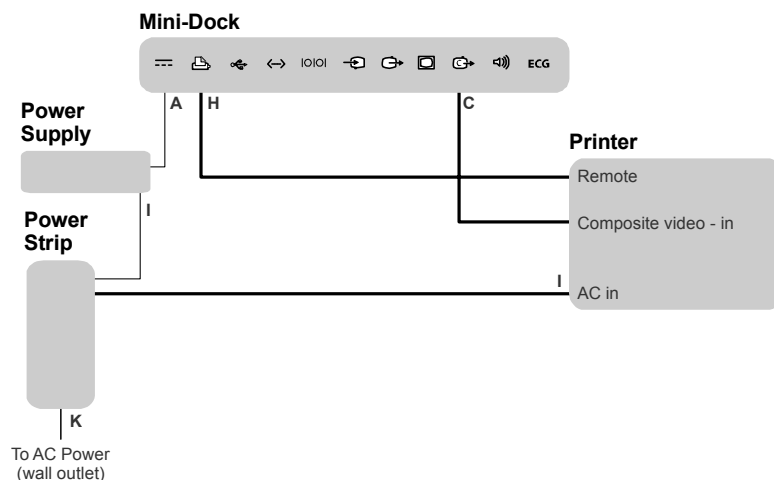

Figura 3 Conexividad del sistema y la impresora de MDSm
Conectar los cables	<ol style="list-style-type: none"> 1 Bloquee las ruedas y extraiga el panel posterior. Si se instala una impresora en blanco y negro o en color más antigua, tal vez sea necesario mover los tornillos amortiguados a los orificios posteriores. 2 Asegúrese de que el cable de alimentación de CC previamente colocado (A) esté conectado al módulo de acoplamiento y que el cable de alimentación de CA preinstalado (I) esté conectado a la regleta de alimentación. 3 Conecte los cables. Consulte la Figura 3 en la página 11 y el apartado “Símbolos de cables, conectores y módulo de acoplamiento” en la página 16. <ul style="list-style-type: none"> • Cable de control de la impresora colocado previamente (H) • Cable de alimentación de CA de la impresora (I) • Cable de vídeo compuesto colocado previamente (C) 4 Conecte el cable de alimentación del sistema (K) a una toma eléctrica para aplicaciones hospitalarias. 5 Instale el panel posterior (con los orificios de ventilación en la parte superior) deslizando el panel hacia arriba y hacia adentro.